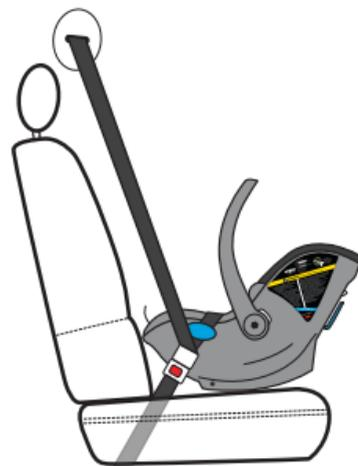

Figure 69
Si vous ne parvenez toujours pas à déplacer le porte-bébé de manière à ce que la ligne de référence bleue soit parallèle au sol, retirez la ceinture de sécurité du véhicule située à l'arrière du porte-bébé et laissez-la se rétracter dans une position contre l'avant du dossier du siège, comme illustré à la **Figure 69**. Déplacez ensuite le porte-bébé de sorte que la ligne de référence bleue soit parallèle au sol ou réessayez l'installation dans une autre position assise.
- N'enroulez PAS la ceinture d'épaule derrière ce porte-bébé. Laissez la ceinture d'épaule se rétracter dans une position contre l'avant du dossier du siège du véhicule, comme illustré à la **Figure 69**.